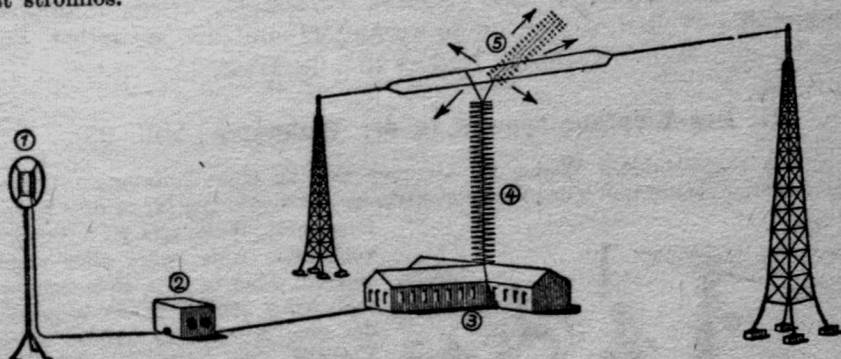

Abb. 93
a) Im Senderraum (Abb. 93) des Rundfunkgebäudes steht ein Mikrophon (1). Es enthält wie das Mikrophon des Fernsprechers Kohlekörner und ist durch eine besondere Aufhängung gegen Erschütterungen geschützt. Von ihm aus führt eine Fernsprechleitung über eine Verstärkeranlage (2) zum Sender (3); die Leitung ist stromlos.